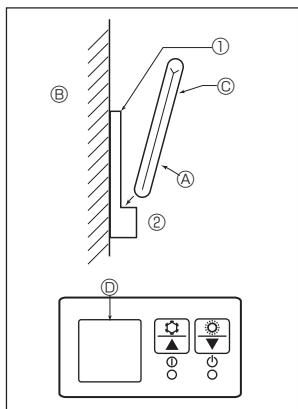

Fig. 6-7
2) Μέθοδος εγκατάστασης (Fig. 6-7)
① Προσαρτήστε τη βάση του τηλεχειριστηρίου στην επιθυμητή θέση, χρησιμοποιώντας 2 λαμαρινόβιδες.
② Τοποθετήστε το κάτω άκρο του χειριστηρίου μέσα στη βάση.